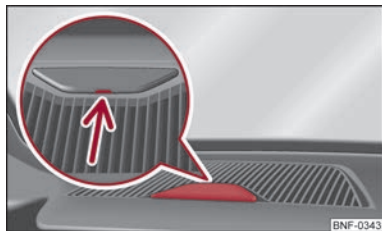

Bild 69 Täcklock för öppningen för navigationshjälpmedlets fäste
- Stick in en spårskruvmejsel i det med pilen utmärkta urtaget ⇒ bild 69 och fäll täcklocket försiktigt uppåt.